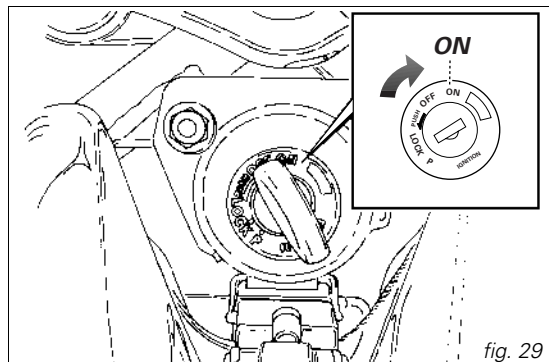

fig. 29
1) Spostare l'interruttore d'accensione sulla posizione **ON** (fig. 29). Verificare che la spia verde **N** e quella rossa  sul cruscotto risultino accese.